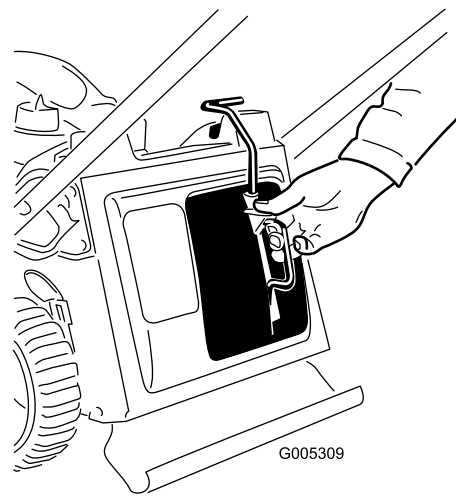

Figure 26
1. Enlevez l'obturateur de broyage (Figure 26).